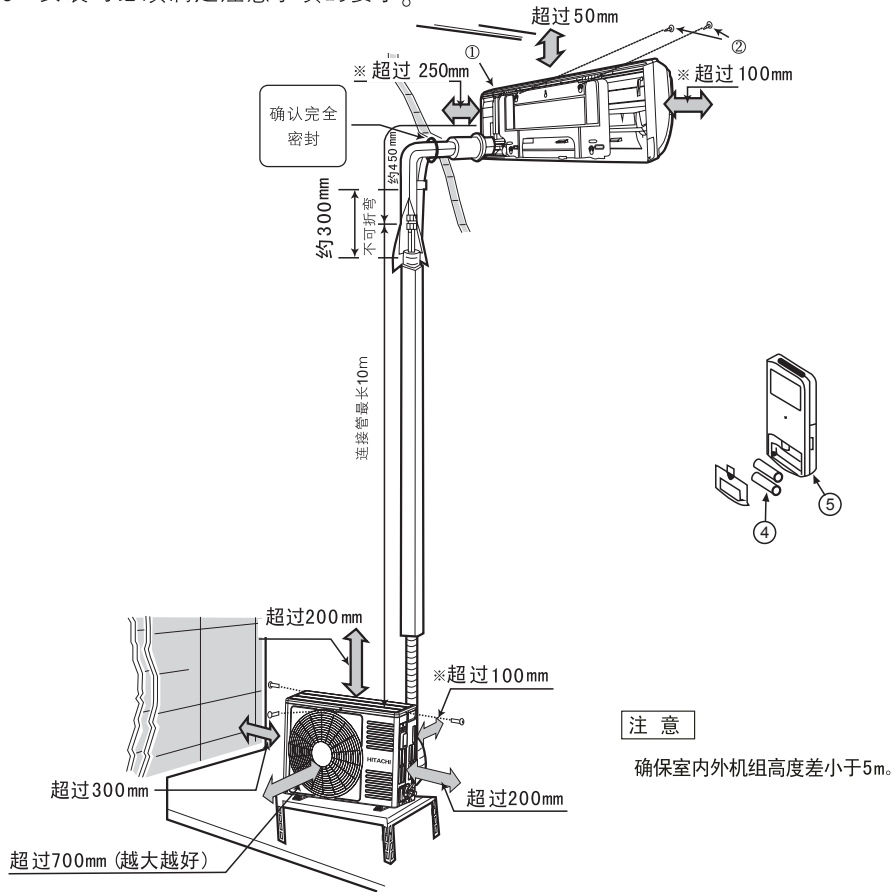

图 1
- (1) 为了便于修理,室内机组旁边应如图1般保留空间。
- (1) 室外机组的安装必须保留大于如图1所示距离，并尽可能远离障碍物，避免障碍物妨碍通风系统。
- (2) 尽量安装于房屋的东或北方。如装于南或西方是无可避免时,应有遮盖物遮盖。
- (3) 最好不要安装在污秽或雨淋的地方。
- (4) 尽量靠近室内机组安装。
- 1 示图1是连接配管安装成形。
- 2 根据总装示图1结合对应附件按要求牢固安装。